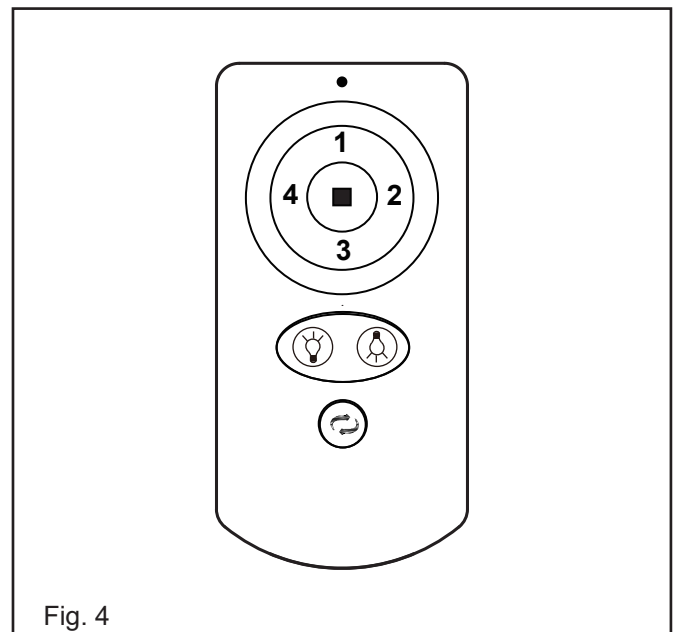

Fig. 4
B. Botones de operación en el panel del transmisor: (Fig. 4)